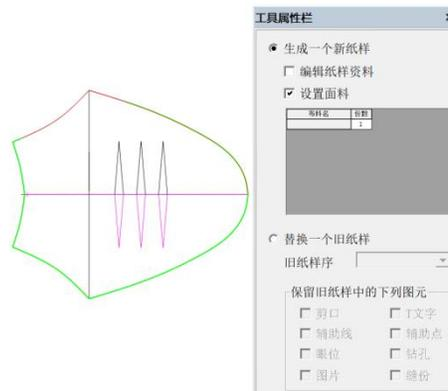
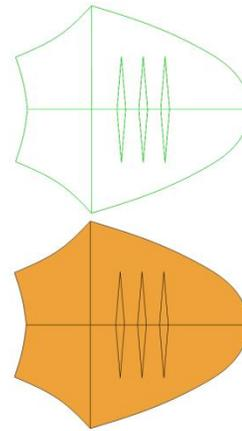

图 14.2
图 14.4
(2) 选择剪刀工具单击线的某端点，按一个方向依次单击组成纸样的轮廓线，直至形成闭合的图形；单击鼠标右键即可完成拾样（如图 14.2）。拾取时如果后面的线变成绿色，击右键则可将后面的线一起选中；
(3) 选中剪刀工具，光标放在纸样上，单击鼠标右键可切换成添加辅助线工具，可从结构线上为纸样/鞋片添加纸样所需的线；
①选择所需添加线段的纸样/鞋片，在纸样内部单击鼠标右键，光标变成 ，单击或框选所需添加的结构线，光标移到鞋片上单击右键即可完成添加（如图 14.4）；
②如果希望将边界外的线拾取为辅助线，那么直线点击两个点，曲线点击 3 个点来确定添加。